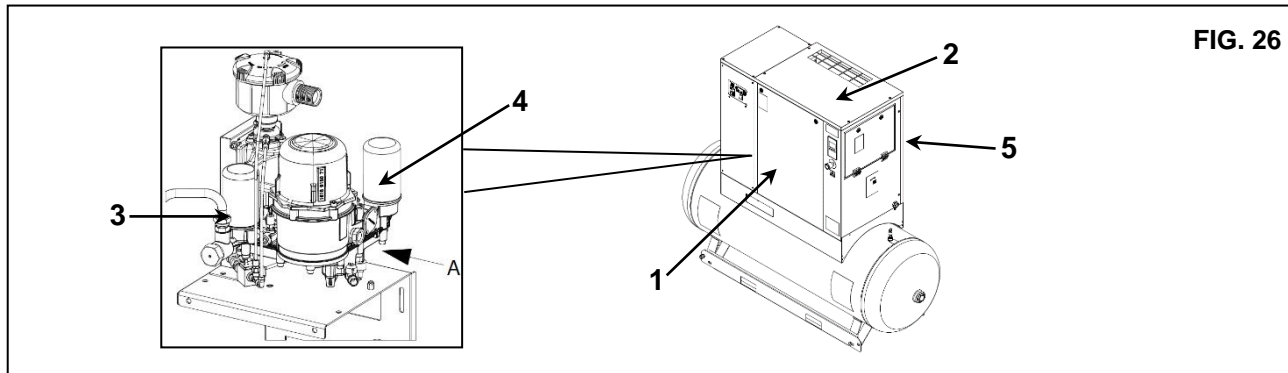

FIG. 26
- Scoateți panoul frontal ref. 1 fig. 26 cu ajutorul cheii speciale.
- Scoateți dispozitivul de protecție fix (capacul mașinii) Ref. 2 Fig. 26 și Ref. 5 (Panoul din spate) Fig. 26
- Scoateți filtrul de separare a uleiului ref. 3 și filtrul de ulei ref. 4 fig. 26
- Închideți din nou protecția fixă (capacul mașinii) Ref. 2 Fig. 26, folosind șuruburile de siguranță corespunzătoare și, de asemenea, Ref. 5 (Panoul din spate) Fig. 26.
- Închideți panourile, ref. 1 fig. 26.